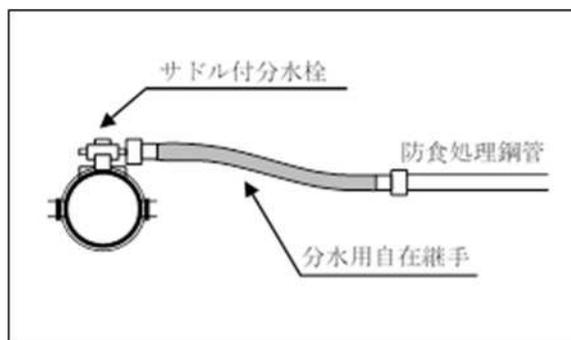

図 3-16 口径 25mm～50mm の取出し
③ 水道用ポリエチレン紛体ライニング鋼管 (PD) 及び水道用硬質塩化ビニルライニング鋼管 (VD) は、猶予期間として、令和5年度末まで使用ができる。
⑦ 配水管から防食処理鋼管 (PD 又は VD 口径 25mm～50 mm) で取出す場合は、分岐後に分水用自在継手を使用し、S字に曲げ配管すること (図 3-16 参照)。なお、波状部が均等になるよう滑らかに曲げ、曲げ角度は 90 度以内とすること。
⑧ 配水管から防食処理鋼管 (PD 又は VD 口径 25mm～50 mm) で配管する場合は、分岐から宅内の止水栓等までの継手部に管端防食継手、管端防食コア等を使用すること。なお、管端防食コア等の装着は確実にを行い、管端の鋼管部が接水しないようにすること。